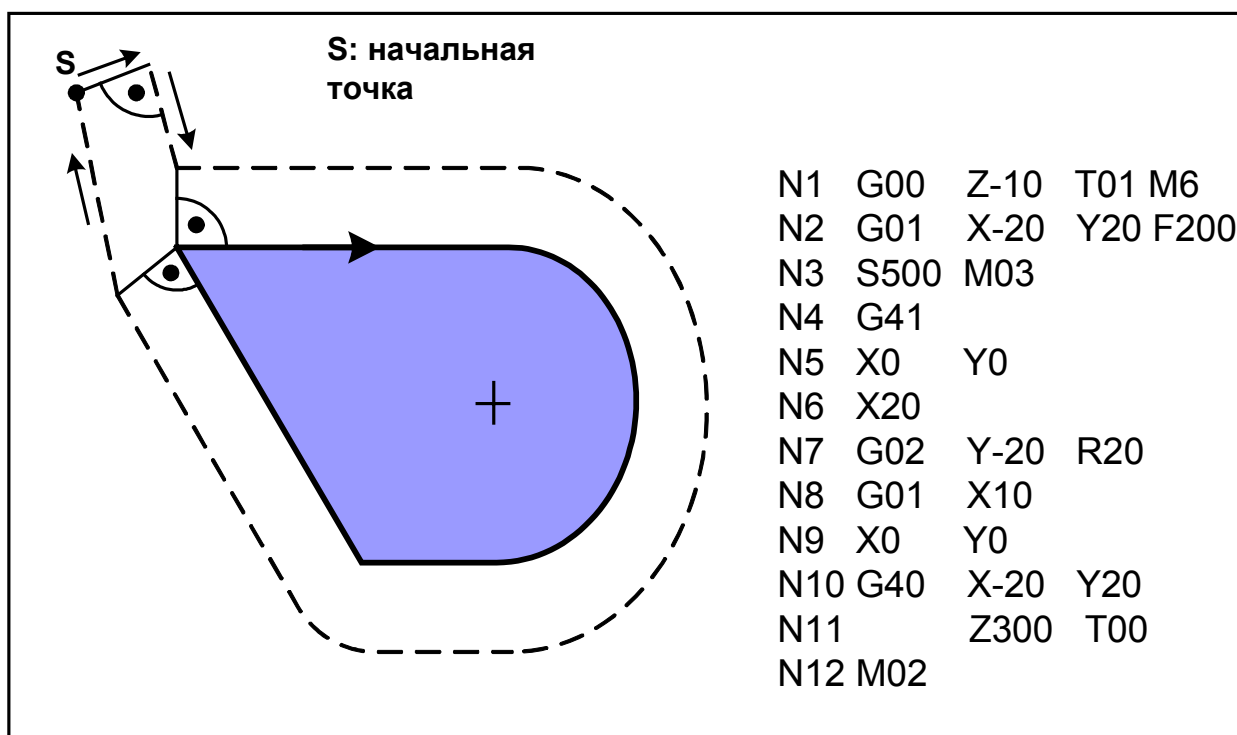

Рис.81.
4. Вход в эквидистантную траекторию и выход из нее. Если активны инструкции круговой интерполяции (G02, G03, G05), то в кадрах, инициирующих эквидистантную коррекцию (с инструкциями G41 или G42), программирование перемещений недопустимо. Инструмент входит в эквидистантную траекторию в следующем кадре (после G41 или G42) перпендикулярно к контуру. То же и для любого кадра с G41 или G42 при отсутствии в кадре запрограммированных перемещений (см. рис.81).